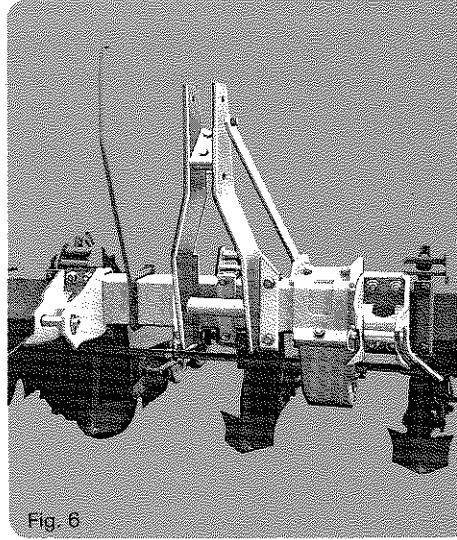

Fig. 6
- L'attelage 3 points peut se monter en déport (fig. 6) avec 1 seul tirant.
- The 3 point linkage can be offset mounted (fig. 6) with 1 tiebrace only.
- Das Dreipunktgestänge kann seitlich verschoben werden (Abb. 6), evtl. nur eine Stabilisierungsstange montieren.